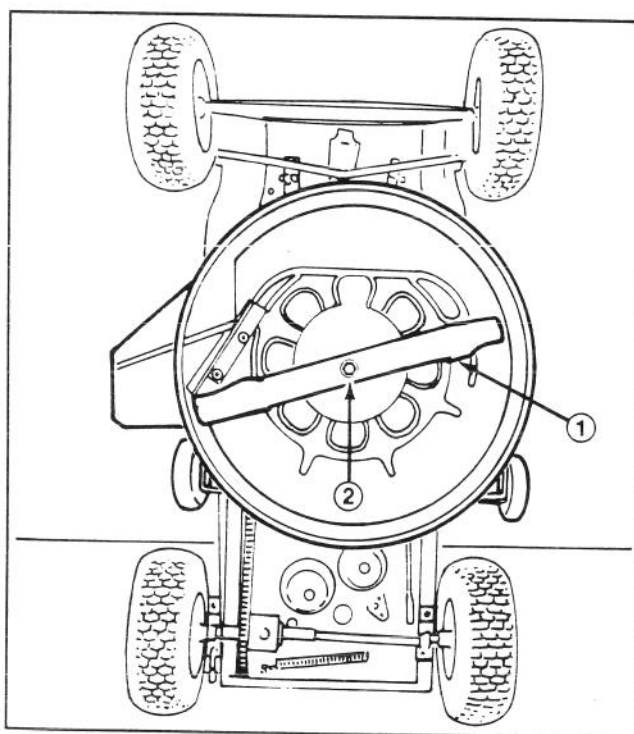

Abbildung 15
6. Das Ende des Messerbalkens mit umwickeltem Lappen oder mit einem schweren, wattierten Handschuh festhalten. Jetzt die Messerbalken-Befestigungsschraube, Unterlegscheibe und das Messer entfernen (Abb. 15).
9. Messerbalken, Unterlegscheibe und Befestigungsschraube (in dieser Reihenfolge) (Abb. 15) anbringen. Die Befestigungsschraube auf ein Moment von 61–81 Nm festziehen.
6. Die an der Unterseite des Decks haftenden Schnittrückstände und Schmutzrückstände durch Abspritzen mit einem Gartenschlauch entfernen (Abb. 15). Gras- und Schmutzrückstände, die nicht mit dem Wasserstrahl entfernt werden können, abkratzen. Dann das Deck nochmals abspritzen.
7. Da der Mäher hochkant steht, den Zustand des Messerbalkens prüfen (Abb. 15).